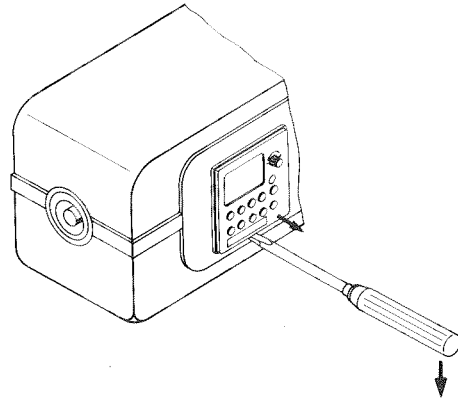

Abb. 3.18
3. Schaltuhr mit einem kleinen Schraubendreher nach vorn ausrasten (an der entsprechenden Aussparung unterhalb der Schaltuhr), und Schaltuhr herausziehen (Abb. 3.18).